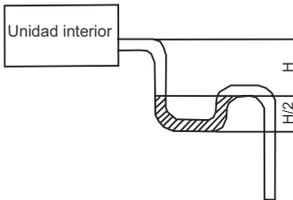

Fig.24
(4) Cuando la manguera de evacuación no tiene suficiente inclinación es necesario encajar un tubo de elevación (sumnistrado).
(5) Si el caudal de aire o unidad interior es alto, puede causar una presión negativa y resultar en una succión de retorno del aire exterior. Por tanto, la trla bandeja de agua tipo U debe estar colocada en el lado de desagüe de cada unidad interior (Fig.24)
(6) Instale una bandeja de agua en cada unidad.
(7) Cuando la instale, piense en cómo hacer más fácil su mantenimiento en un futuro.